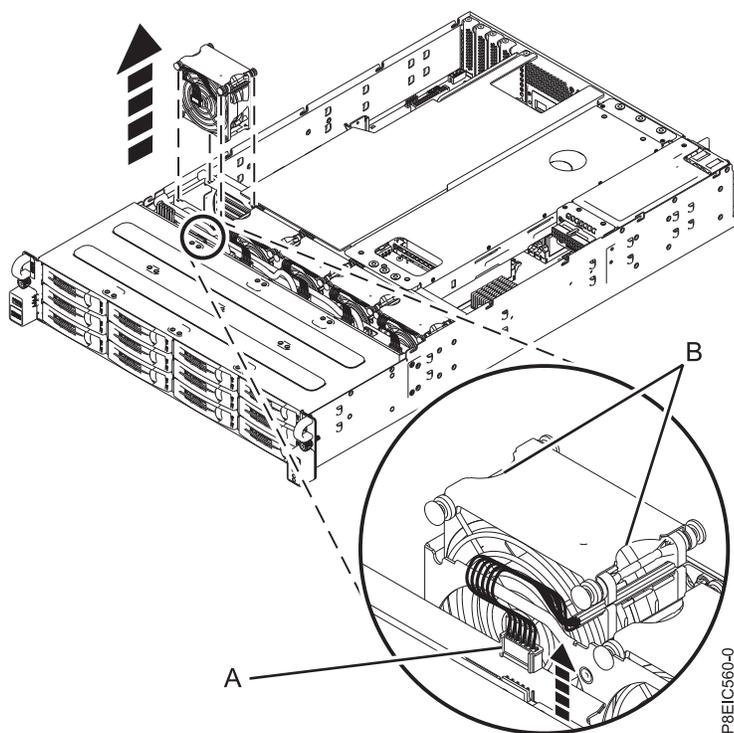

Figura 37. Desconectando o cabo do ventilador e removendo o ventilador
2. Para desconectar o cabo do ventilador, segure o conector (A) e puxe-o cuidadosamente do painel traseiro da unidade de disco, como mostrado em Figura 37. Não puxe os fios.
3. Segure o ventilador no (B) e levante-o do sistema, conforme mostrado na Figura 37.